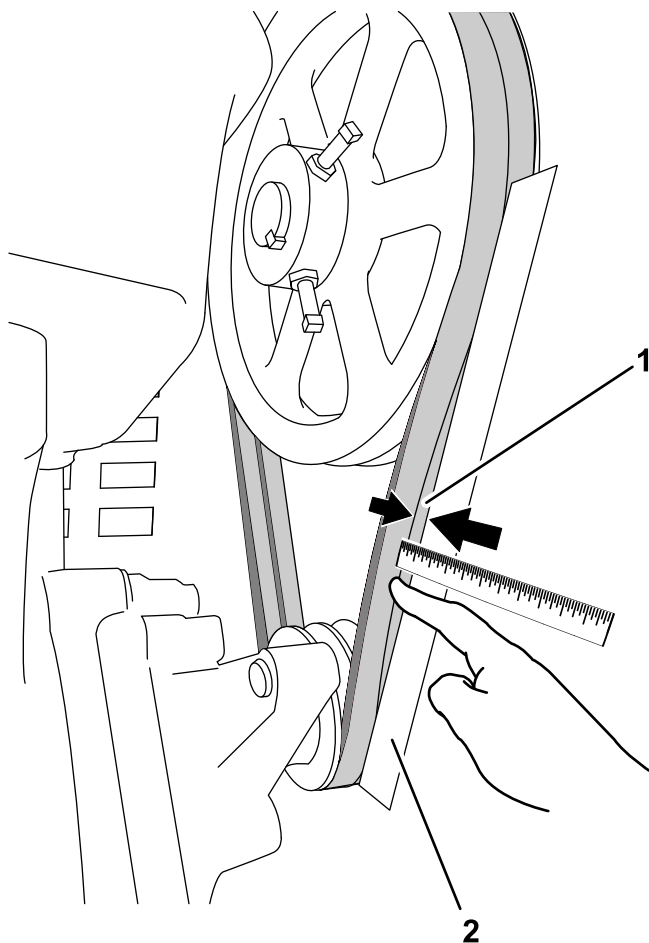

Figure 54
Les courroies d'entraînement doivent chacune présenter une flèche de 1 cm (13/32 po) lorsque vous exercez une pression de 6,8 kg (15 lb) au centre du brin (Figure 54).
2. Placez une règle droite le long des courroies d'entraînement, entre les deux poulies (Figure 54).
3. Avec le doigt, exercez une pression de 6,8 kg (15 lb) sur la courroie d'entraînement à mi-chemin entre les poulies (Figure 54).
4. Mesurez la distance entre la courroie et la règle. La distance doit être d'environ 1 cm (13/32 po); voir Figure 54.